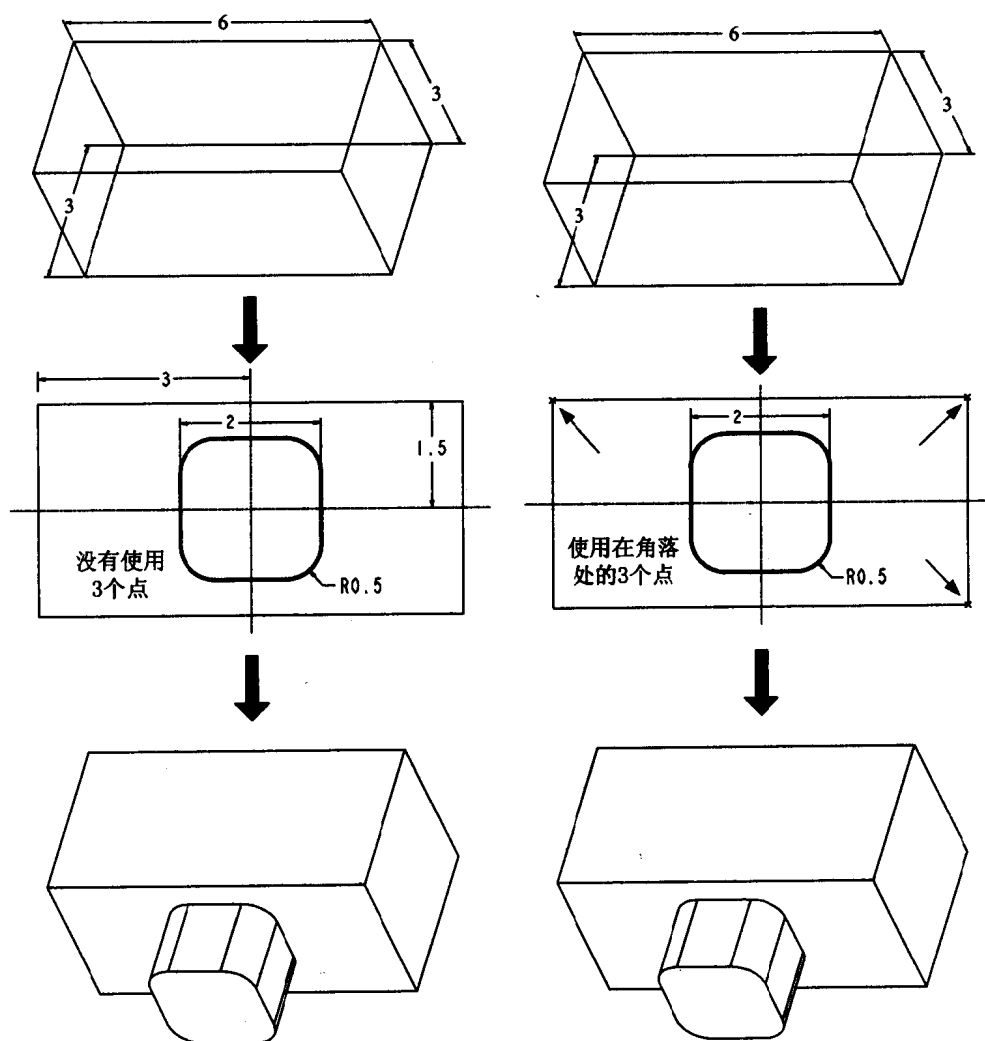
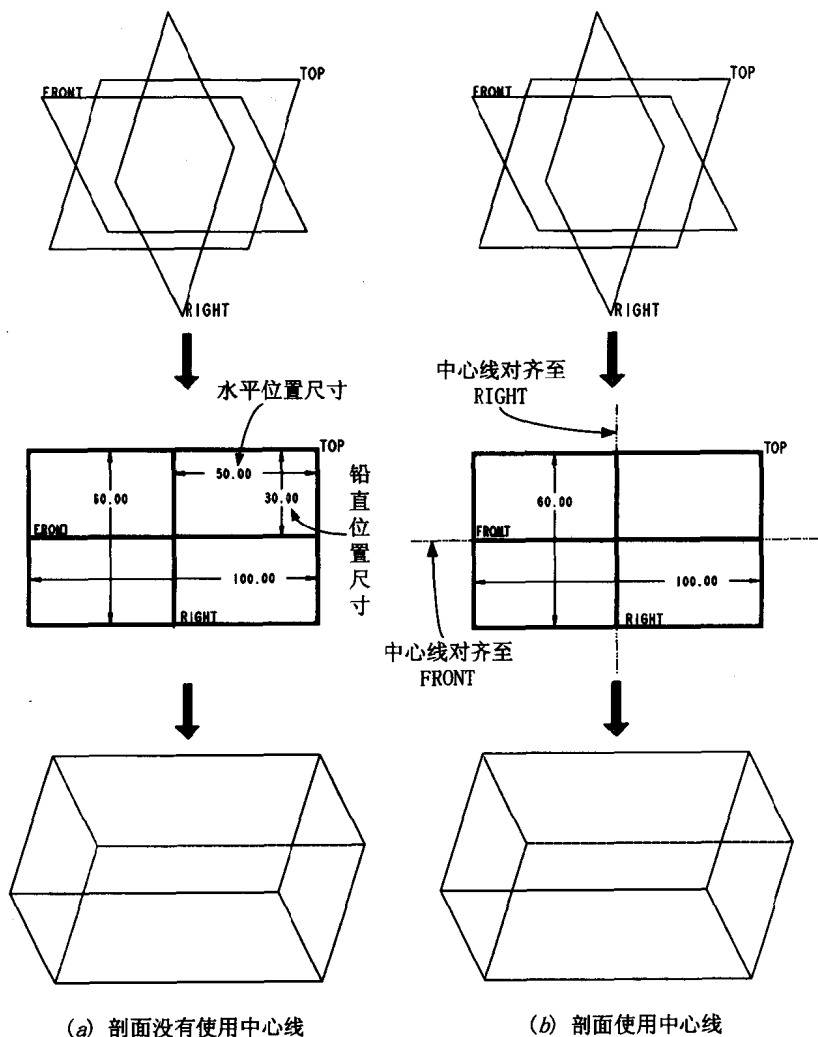

图 1.4
图 1.5
- **Points 与 Centerline:** 可以作为创建其他几何元素时的参考, 或作为几何约束条件。例如, 在图 1.4 左图中, 若没有使用 3 个点, 则必须标注两个位置尺寸, 而图 1.4 右图即是使用 3 个点使剖面自动居中的作法。又如, 在图 1.5 左图中, 若没有使用中心线, 则需标注剖面的水平及竖直位置尺寸, 而图 1.5 右图是使用中心线, 因此省略了剖面的水平及铅直位置尺寸的标注, 并表达剖面能上下对称及左右对称的设计理念。